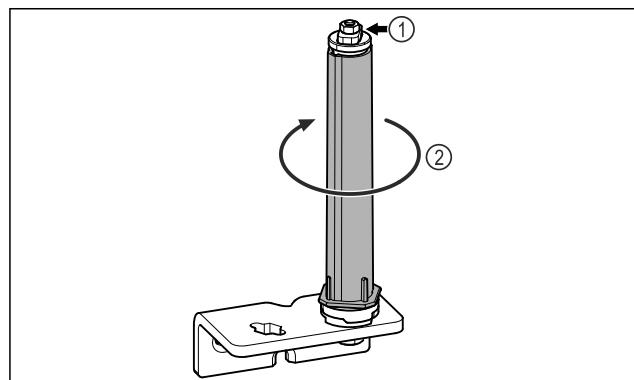

Fig. 22
- Mos e zërtheni sistemin e mbylljes së derës Fig. 22 (1).
- Rrotulloni sistemin e mbylljes Fig. 22 (2) derisa të kërcasë.